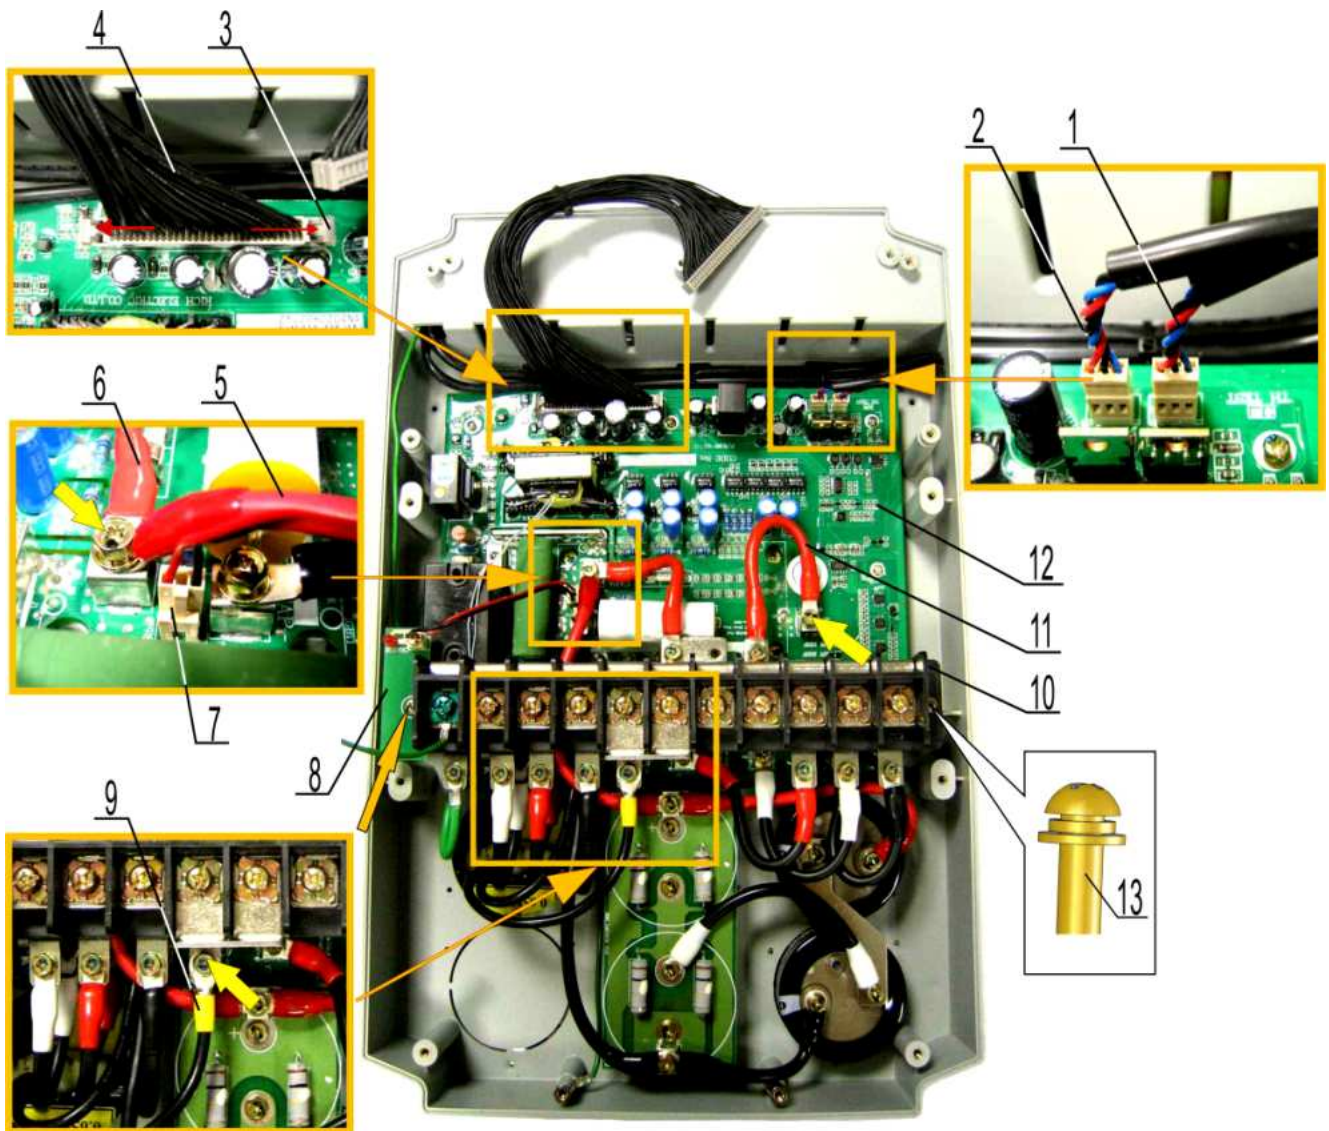
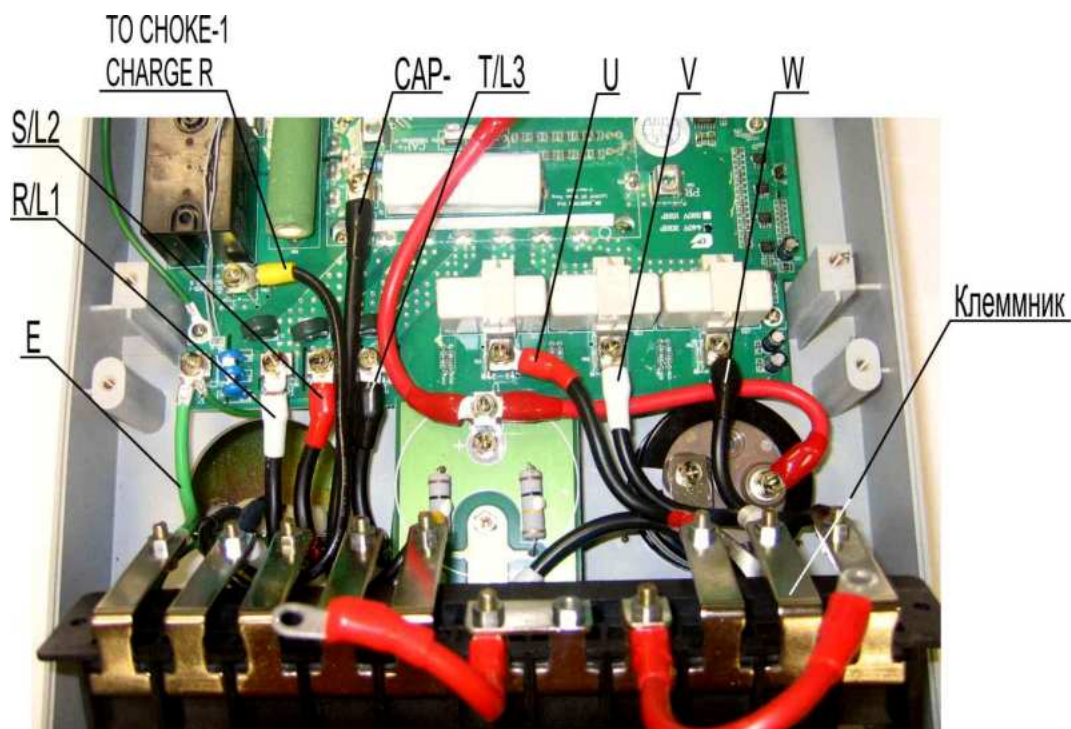

Рис. 6.7
Рис. 6.8
6.6.1. Отсоединить поочерёдно трёхконтактные розетки 1 и 2 кабелей вентиляторов от разъёмов на плате (рис. 6.7).
6.6.2. Отжать в стороны боковые фиксаторы разъёма 3 на плате драйверов 12. Отсоединить жгут 4 (рис. 6.7). Положить жгут в тару.
6.6.4. Открутить винт крепления провода 11. Снять с клеммы наконечник провода 11 (рис.6.7). Положить винт в тару.
6.6.5. Отсоединить трёхконтактную розетку провода 7 от разъёма на плате (рис. 6.7).
6.6.6. Открутить винт крепления провода 9 (рис. 6.7). Снять с клеммника наконечник провода. Положить винт в тару.
6.6.7. Открутить два винта 13 крепления клеммника 10 и платы светодиода 8 (рис. 6.7). Положить винты в тару.
Обозначения на рис. 6.7:
Значения стрелок на рис. 6.7:
6.6.8. Повернуть клеммник 10 (рис. 6.7) на себя, как показано на рис. 6.8.